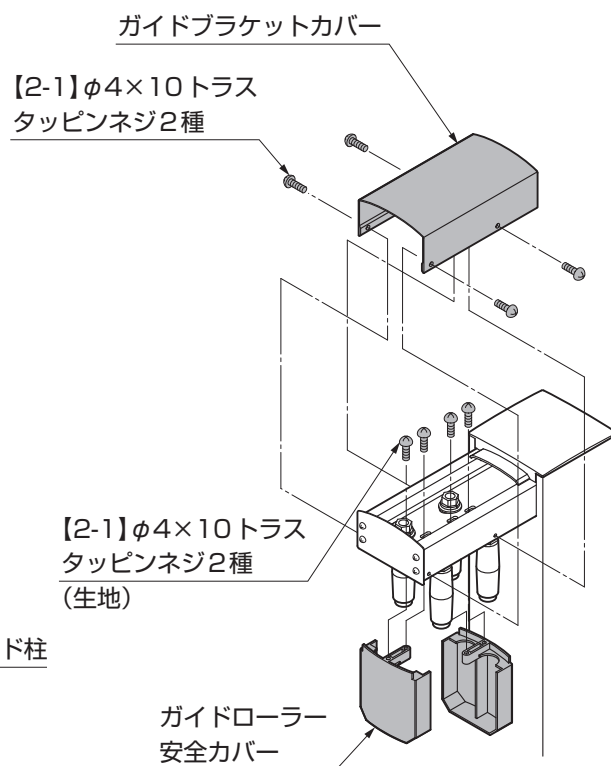

図4-4
- ③ガイドローラー安全カバーを【2-1】で取付けてください。(図4-4参照)
- ④ガイドブラケットカバーを【2-1】で取付けてください。(図4-4参照)